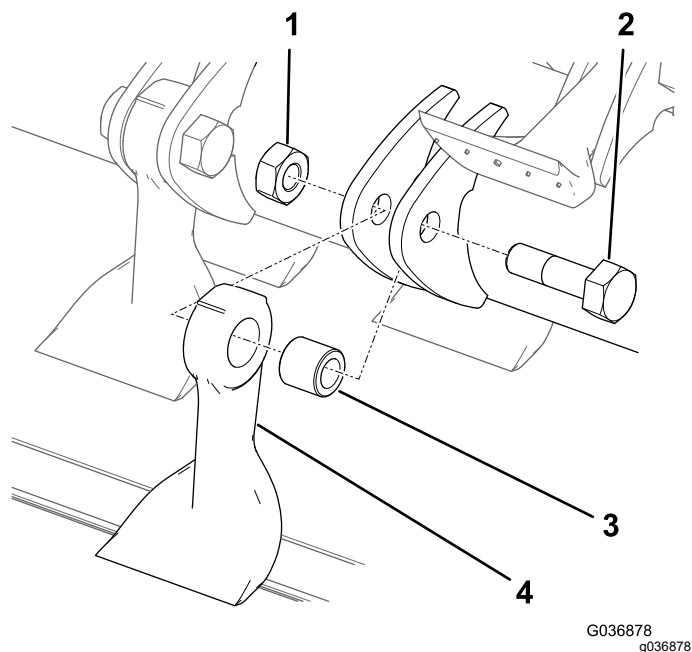

图 34
6. 使用抹布或厚垫手套抓住刀片卸下螺母、螺栓、轴套和刀片图 34。
8. 用新的螺母和刀片螺栓安装新刀片和轴套图 34。